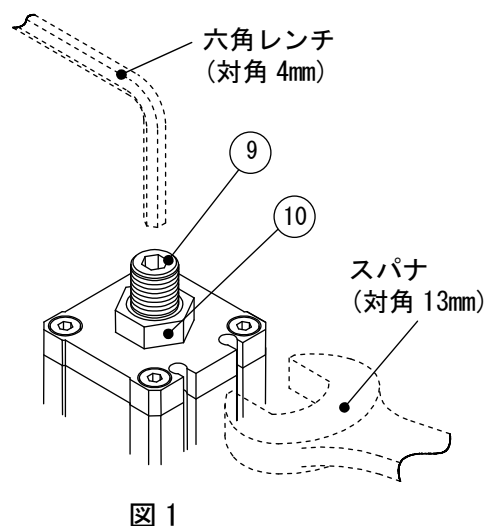

図1
- ⑨ロックナットを緩めロックを解除します。六角レンチで⑩バイパス弁調整ボルトを押さえロックナットを緩めてください。(図1)